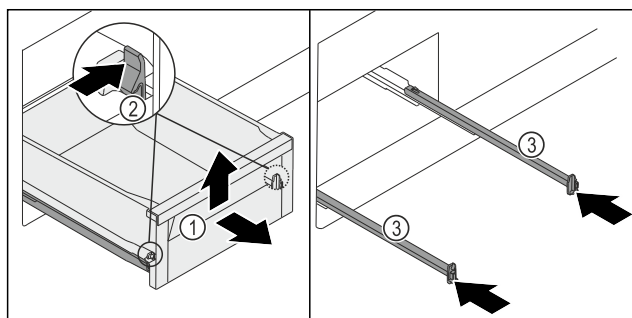

Fig. 134
- Wysunąć szufladę Fig. 134 (1) do oporu.
- Zacisk Fig. 134 (2) wcisnąć po lewej i prawej stronie równomiernie do wewnątrz.
- Szuflada Fig. 134 (1) zostaje zwolniona z szyn.
- Szufladę Fig. 134 (1) należy unieść w przód.
- Szufladę Fig. 134 (1) należy wyjąć w przód.
- Wsunąć szyny Fig. 134 (3).